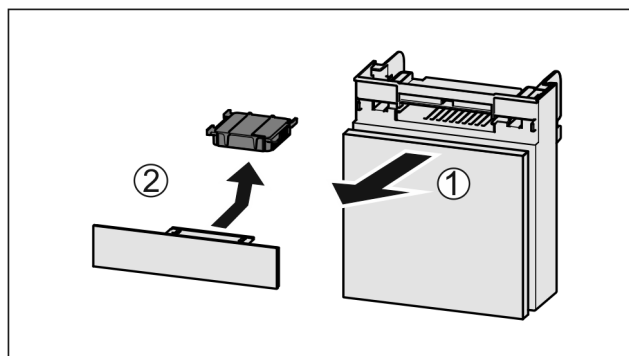

Fig. 52
- Fach nach vorne herausziehen Fig. 52 (1).
- Aktivkohlefilter entnehmen Fig. 52 (2).